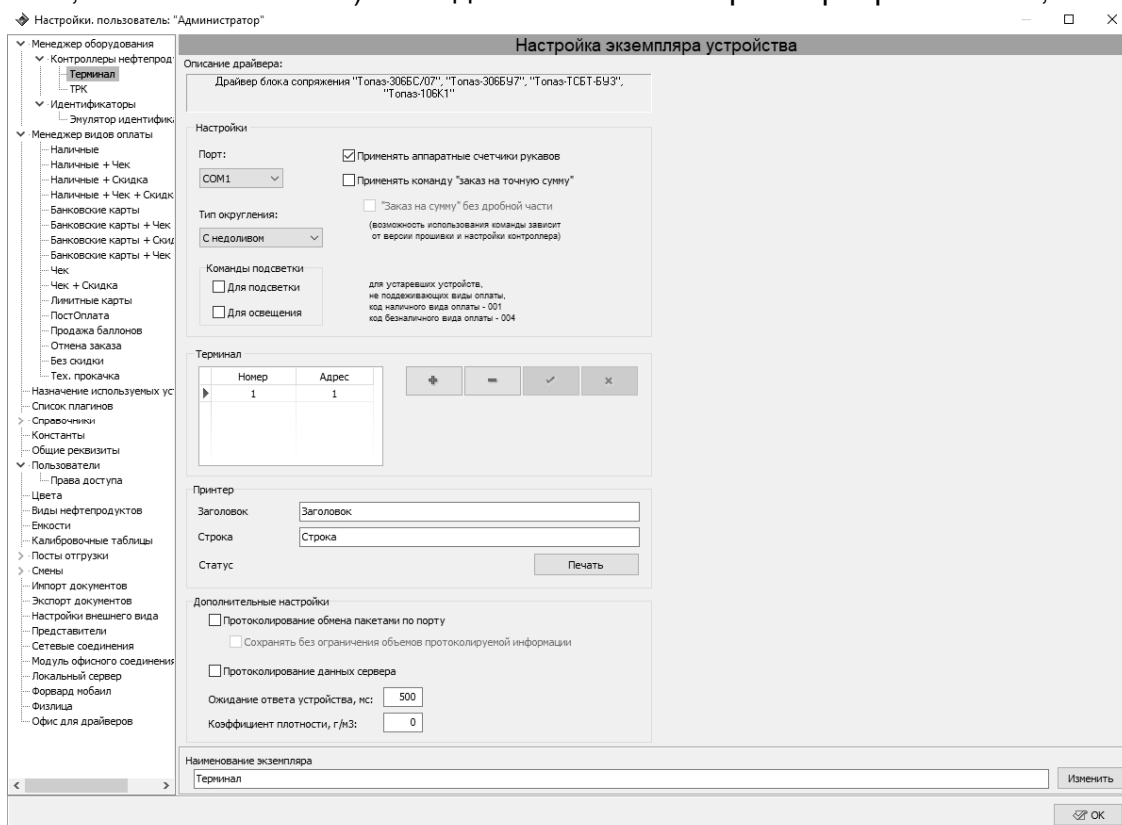

Рисунок 3
– в настройках ПО "Топаз-АЗС" (рисунок 3) в пункте "Модуль офисного соединения" установить галку "Использовать сервер офиса". В поле "Офисный сервер" указать IP-адрес ПК, на котором установлено ПО "Топаз-Офис" (если установлено на одном ПК с "Топаз-АЗС", ввести "127.0.0.1"). Заводское значение порта сервера – "3003";